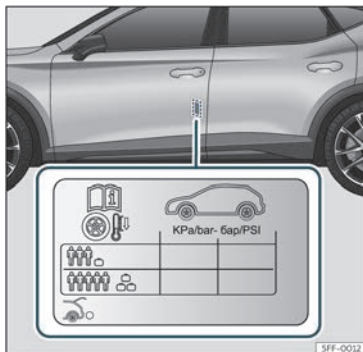

Fig. 193 Localização do autocolante da pressão de ar dos pneus.
- Adapte a pressão dos pneus à carga transportada pelo veículo»» **Fig. 193**.
Os valores da pressão de enchimento indicam-se na etiqueta autocolante situada na zona posterior da moldura da porta dianteira esquerda»» **Fig. 193**.
A pressão dos pneus tem de ser ajustada à carga momentânea do veículo. Se pretender utilizar o veículo com a carga máxima, terá de aumentar a pressão dos pneus para o valor máximo indicado na etiqueta»» **Fig. 193**.
pressão segundo indicado na etiqueta de pressão dos pneus»» **Fig. 193**.
- O condutor é responsável por garantir que todos os pneus do veículo estejam cheios com a pressão correta. A pressão de ar recomendada está indicada num autocolante»» Fig. 193.
- Com os pneus a frio, deve manter-se sempre a pressão indicada no autocolante»» Fig. 193.